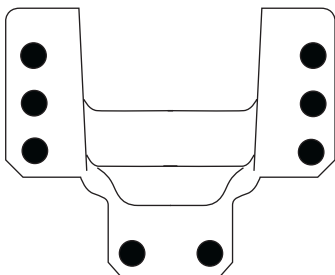

FIGURE 1
- Les points noirs représentent l'emplacement de huit (8) rivets aveugles W708777-S900C sur le bas de porte. (Voir figure 1).